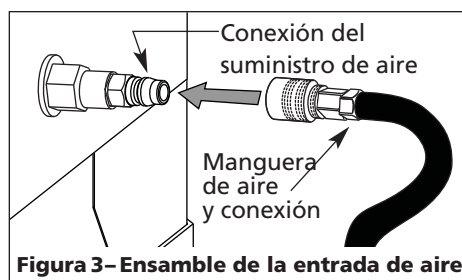

Figura 3 – Ensamble de la entrada de aire
- Conecte el abastecimiento de aire (máx. 8,62 bar) al conector situado en el lado de la cabina (ver Figura 3).